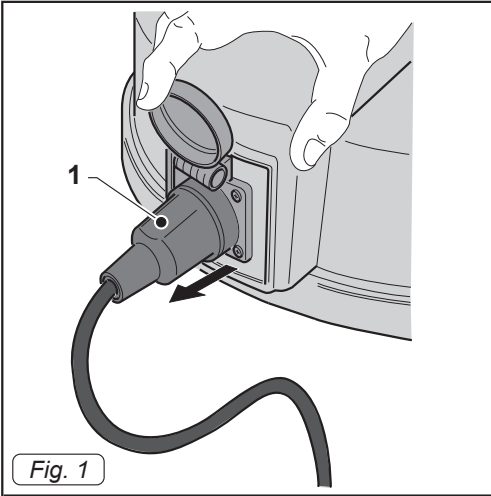

Fig. 1
- Отсоединить шнур питания (1 Рис. 1) Насос эвакуации.
- Вставьте вилку (1 Рис. 1) на соquete.
- Вставить вилку (19 Рис. 12) в электрическую розетку и убедиться, чтобы вилочная часть разъема (1 Рис. 1) электропитания насоса для откачки жидкости была правильно вставлена.
- Вынуть вилку (1 Рис. 1) питания насоса для откачки жидкости.